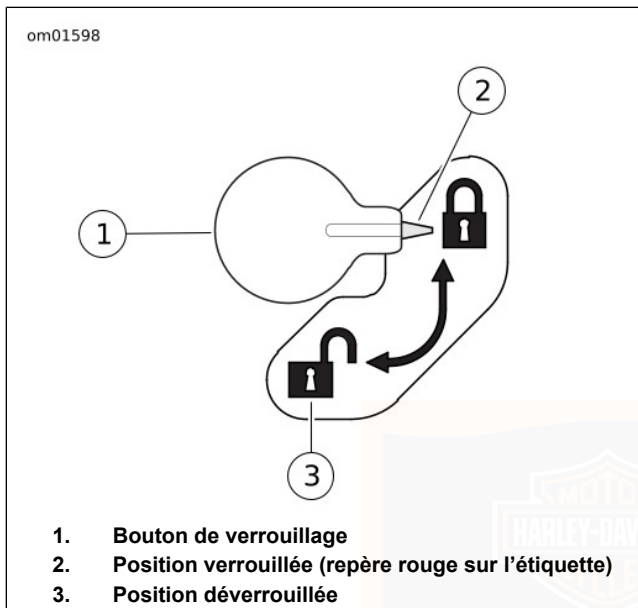

Figure 14. Bouton de verrouillage de sacoche
1. Voir Figure 14. Ouvrir la sacoche. Tirer et tourner le bouton de verrouillage vers l'avant du véhicule pour ouvrir le loquet du support.
3. Voir Figure 14. À l'intérieur de la sacoche, faire tourner le bouton de verrouillage pour aligner la marque du bouton avec la marque rouge de l'étiquette. Le bouton se clique à sa place et l'entretoise rouge qui se trouve derrière le bouton est masquée une fois que le loquet est engagé à fond.